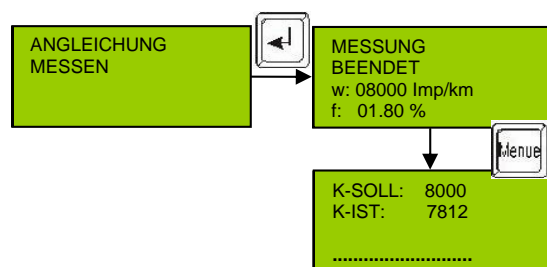

ABBILDUNG 13.3-6 : KONSTANTE ANPASSEN BEIM EC 1314
- über die Verstellung eines Potis (Typreihe 1314) siehe Abbildung 13.3-6 : Konstante anpassen beim EC 1314